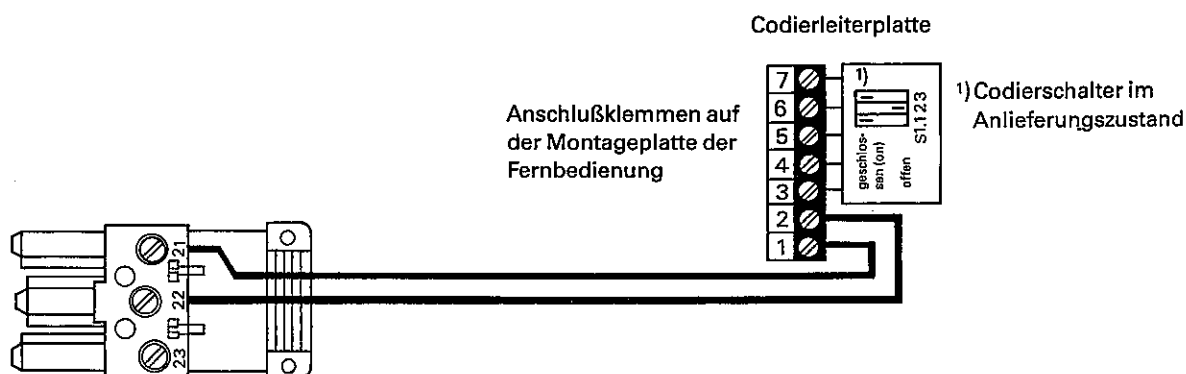
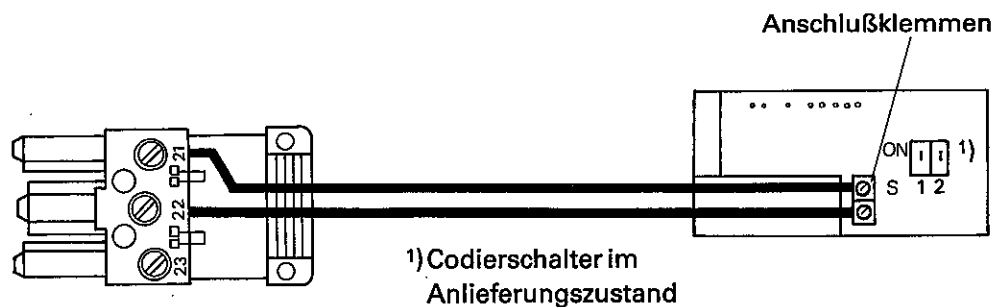

Abb. 68
Abb. 69
1. Anschlußleitung der Fernbedienung MC in Steckverbinder [58] entsprechend Abb. 68 oder der Fernbedienung-F entsprechend Abb. 69 anschließen. Siehe auch entsprechende Montageanleitung.